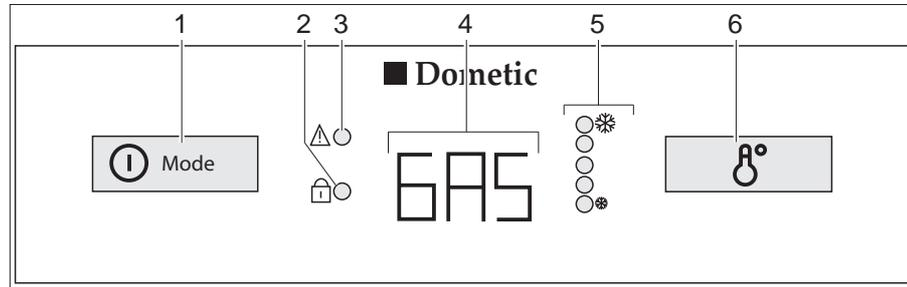

Bild 240 Bedienelemente für den Kühlschrank (Dometic 8er-Reihe mit AES)
Bei Störungen blinkt die Anzeige-LED Störung "⚠" (Bild 240,3).
Wenn die 230-V-Versorgung **nicht** angeschlossen und der Fahrzeugmotor **ausgeschaltet** ist, wählt das AES die Gasversorgung. Beim Anwählen des Gasbetriebs wird die Zündsicherung automatisch geöffnet, so dass Gas zum Brenner strömen kann. Gleichzeitig wird der elektronische Zünder eingeschaltet. Erlischt die Gasflamme, z. B. durch einen Luftzug, wird der Zünder sofort aktiviert und zündet das Gas wieder an. Bei Störung im Gasbetrieb blinkt in der Betriebsanzeige (Bild 240,4) der Text "GAS".
Nach dem Einschalten wählt der Kühlschrank automatisch die mittlere Thermostateinstellung. Diese Einstellung kann manuell mit dem Schalter für die Temperatureinstellung (Bild 240,6) nachgeregelt werden. Die Anzeige-LEDs (Bild 240,5) zeigen die gewählte Thermostateinstellung an. Mit dem Schalter wird die Kühltemperatur für alle drei Energiearten eingestellt. Es dauert einige Stunden, bis der Kühlschrank die normale Betriebstemperatur erreicht hat. Beim Umschalten der Betriebsart wird die Thermostateinstellung beibehalten. Die Kühltemperatur wird unabhängig von der Energieart beibehalten.
- Den Einschalter/Energie-Wahlschalter (Bild 240,1) 2 Sekunden lang drücken, um das Gerät einzuschalten. Die zuletzt gewählte Betriebsart wird in der Betriebsanzeige (Bild 240,4) angezeigt.
- Mit dem Einschalter/Energie-Wahlschalter (Bild 240,1) die Energieart wählen.
- Die Kühltemperatur am Schalter für Temperatureinstellung (Bild 240,6) einstellen. Die Anzeige-LEDs (Bild 240,5) zeigen die gewählte Thermostat-Einstellung.
- Den Einschalter/Energie-Wahlschalter (Bild 240,1) 2 Sekunden lang drücken. Alle Anzeigen erlöschen.